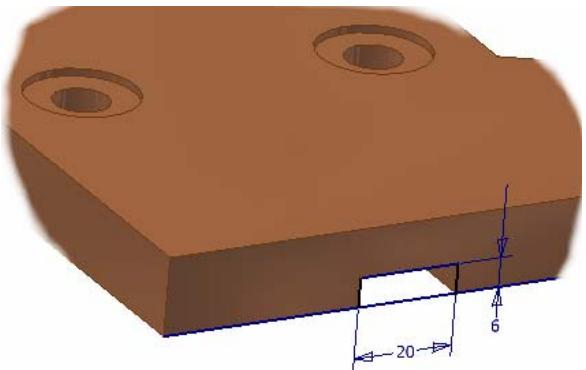

Figura 3.1.10.
- b.5.) 2D – Schițare dreptunghi 20×6 , figura 3.1.10
b.6.) 3D – Extrudare „Cut-All” dreptunghi 20×6 , figura 3.1.10